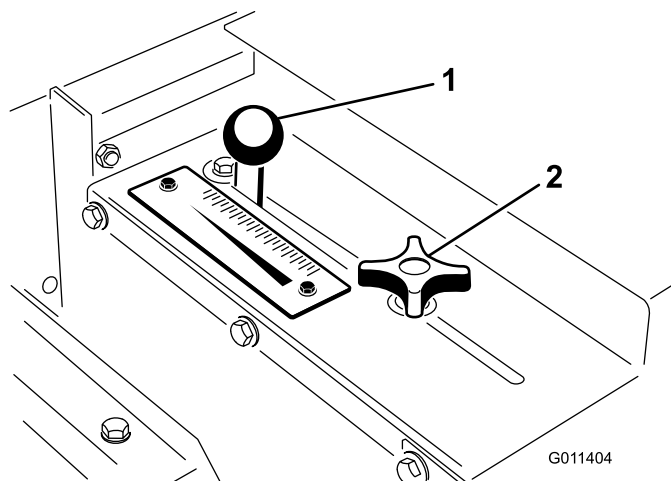

Figure 19
1. Desserrez le bouton de verrouillage (Figure 19) suffisamment pour lui permettre de glisser librement dans la fente.
2. Réglez le bouton de la porte (Figure 19) à la position voulue puis serrez le bouton de verrouillage pour fixer le réglage.
Utilisez l'échelle de dosage (Figure 19) pour déterminer le débit voulu. Reportez-vous au taux d'application du sable.